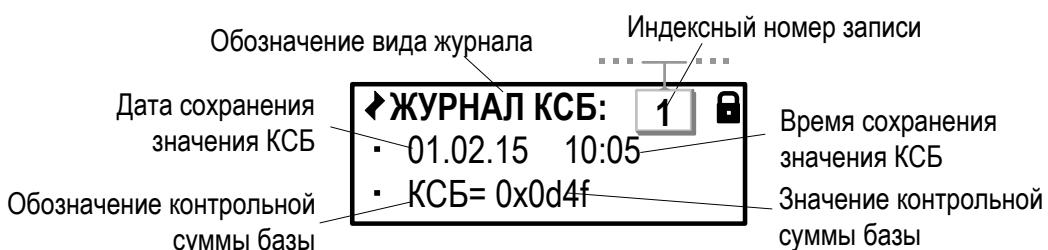

Рис.47. Вид окна индикации «Журнала КСБ».
7.3.6. Текущее значение контрольной суммы базы параметров фиксируется в **Журнале КСБ** (рис.47). Значение КСБ формируется в соответствии с установленными в тепловычислите значениями для набора установочных параметров. Сохранение сформированного значения КСБ происходит при переводе ТВ в режим управления РАБОТА.